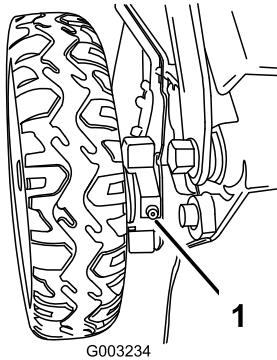

Figura 43
1. Limpie con un trapo limpio los puntos de engrase situados justo dentro de las ruedas traseras (Figura 43).